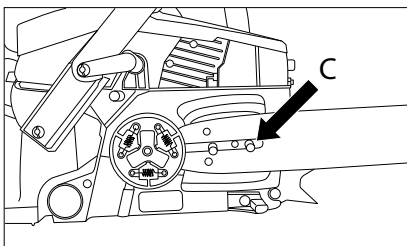

Рис. 6
4. Установите шину таким образом, чтобы прорезь шины совпала с обоими болтами (С) (рис. 6).